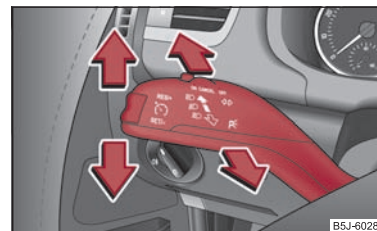

Fig. 40 Manette des clignotants et des feux de route
- Poussez la manette vers le bas ou vers le haut $\Rightarrow$ fig. 40.